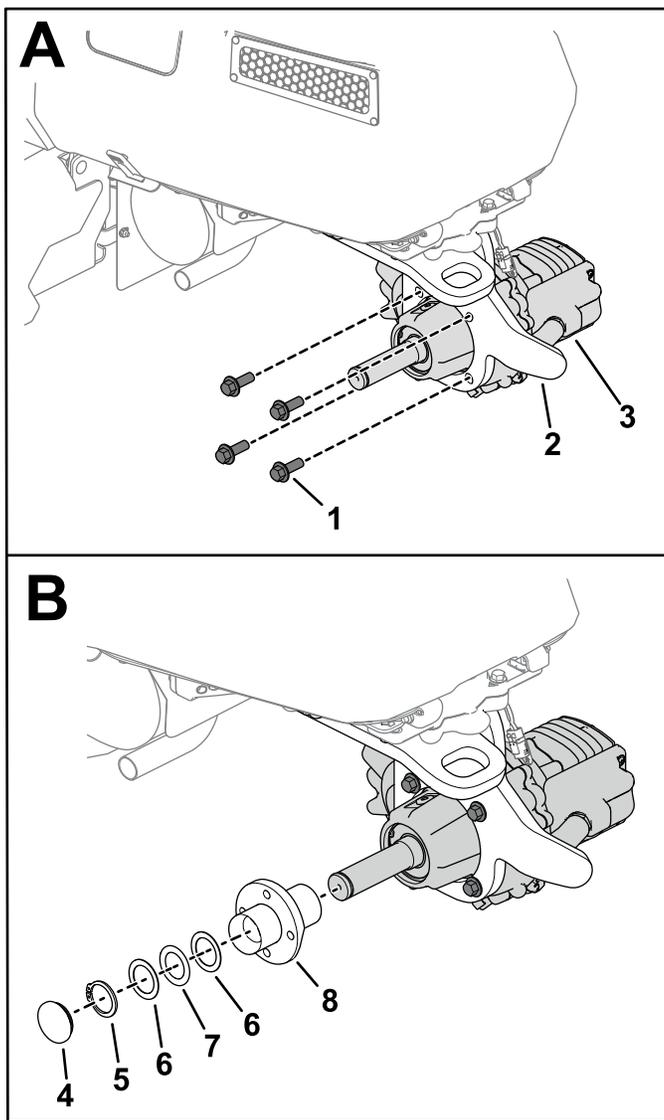

Figure 3
1. Retirez le circlip (montré à la Figure 3) de l'essieu.
2. Déposez le moyeu (montré à la Figure 3) du boîtier d'engrenages.
Remarque: Observez l'orientation correcte du boîtier d'engrenages, comme montré à la Figure 3. L'arbre de roue doit être dirigé vers le côté gauche de la machine.
4. Avec 4 boulons (M12), fixez le boîtier d'engrenages à la fourche de roue pivotante (A sur Figure 3).
6. Installez le moyeu, le circlip et le couvre-moyeu avec joint torique sur l'arbre de roue (B sur Figure 3).
Remarque: Si les rondelles de butée et le roulement sont déposés du moyeu, assemblez-les comme montré à la Figure 3.